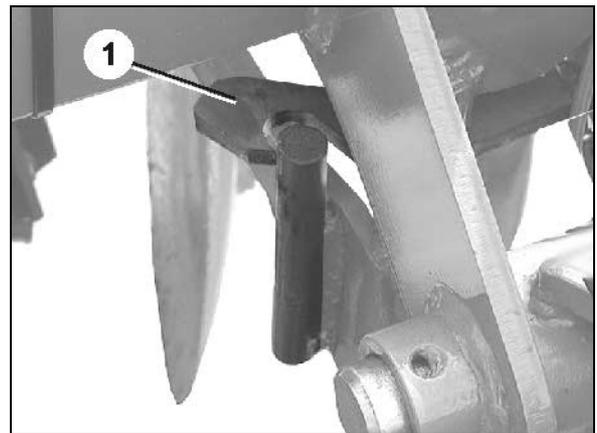

Fig. 27
- Scheibenreihen verriegeln beidseitig mittels Sicherungshaken (Fig. 27/1) in Transportstellung.
- Sicherungshaken entriegelt die Scheibenreihen (Fig. 27/1).